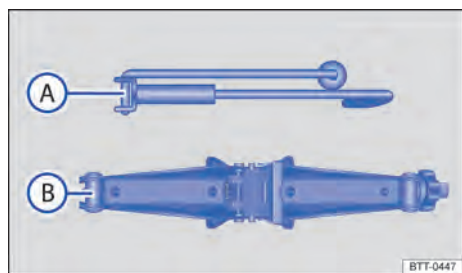

Fig. 264 Componentes do macaco sanfona.
5. Soltar os parafusos de roda a ser trocada $\Rightarrow$ Página 424. Enganchar a manivela manual $\Rightarrow$ Fig. 264 **A** no macaco sanfona **B**.